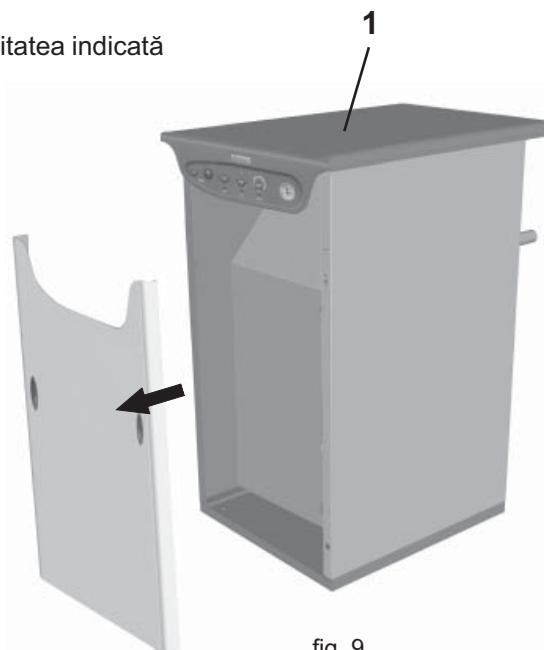

fig. 9
Pentru a deschide panoul anterior al centralei, vezi modalitatea indicată în fig. 9.
- Să scoateți panoul anterior al centralei (fig. 9).